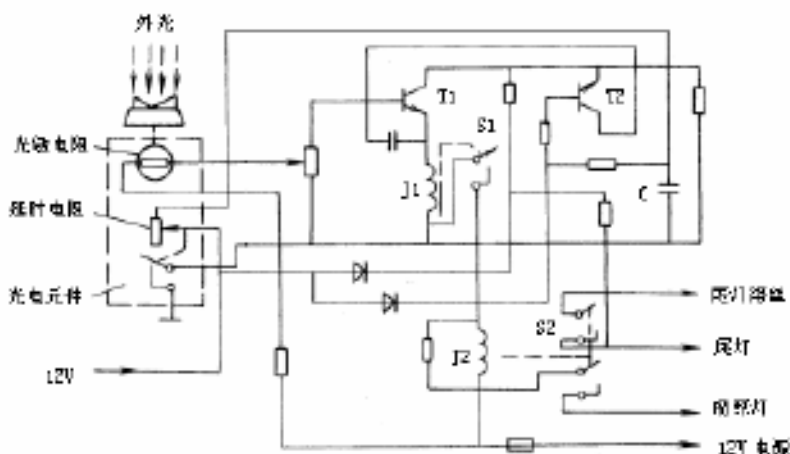

图 6.1-10 前照灯昏暗自动发光电路
(1) 前照灯昏暗自动发光电路如图 6.1-10 所示。该电路具有昏暗自动发光和延时自动关闭的功能。电路主要由光电传感器和晶体管放大器两大部分组成。光电传感器由光敏元件、延时电路、控制开关等组成。这种电路在美国通用和克莱斯勒汽车公司的轿车较为常见。